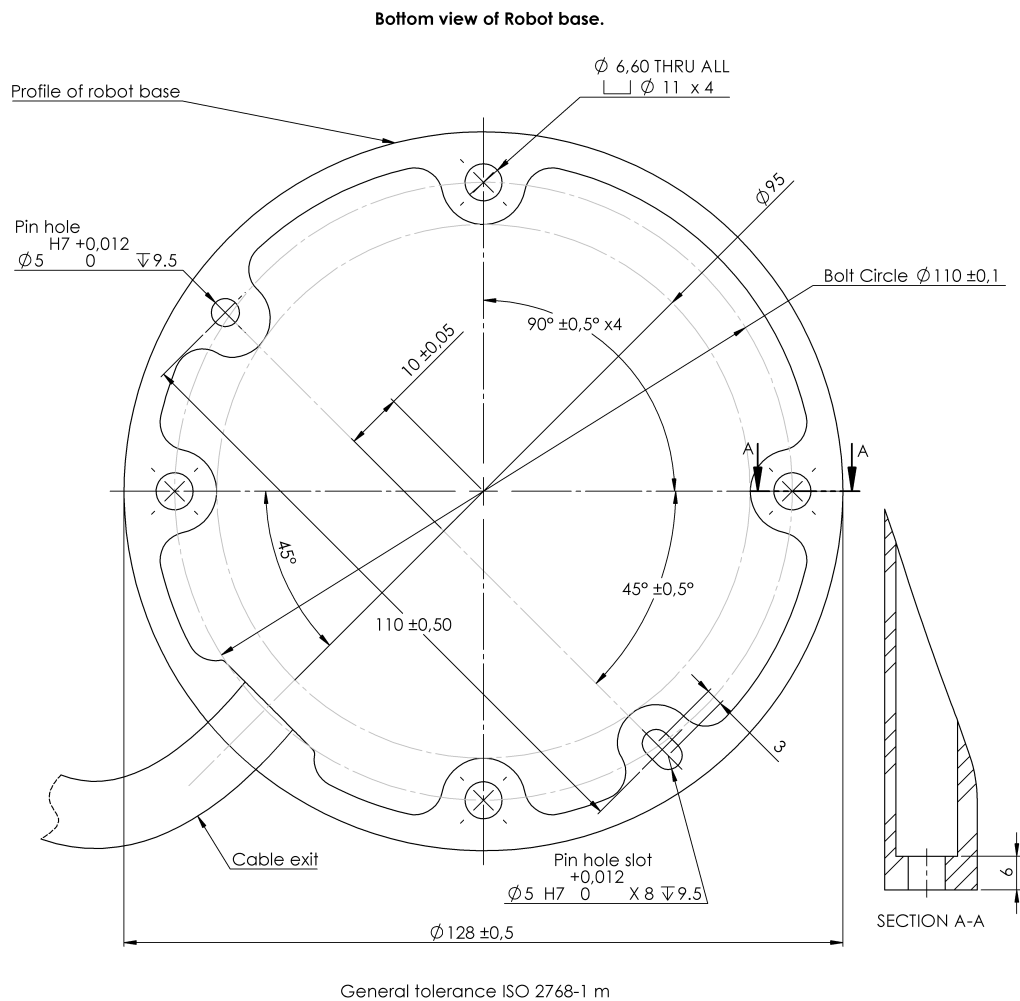

Abbildung 3.1: Löcher zur Montage des Roboters. Verwenden Sie vier M6 Schrauben. Alle Maßangaben sind in mm.
**Roboterarm** Der Roboterarm wird mithilfe von vier M6 Schrauben montiert, die in den vier 6.6 mm-Löchern des Roboterfußes befestigt werden. Es wird empfohlen, diese Schrauben mit 9 Nm Drehmoment festzuziehen. Für eine sehr genaue Neupositionierung des Roboterarms sind zwei Ø5 Löcher zur Verwendung mit einem Stift vorgesehen. Darüber hinaus ist ein genaues Gegenstück des Fußes als Zubehörteil verfügbar. Abbildung 3.1 zeigt die Stelle, an der die Löcher zu bohren und die Schrauben zu montieren sind.